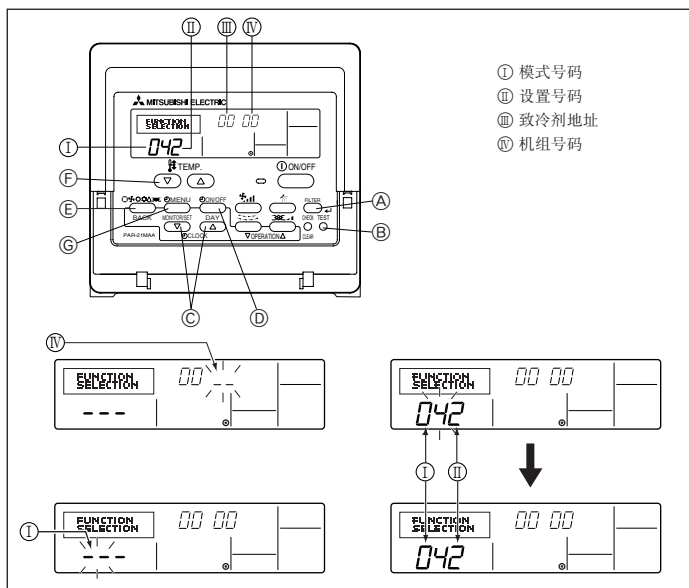

Fig. 6-8
1) 适用于有线遥控器 (Fig. 6-8)
- ① 进入功能设定模式。